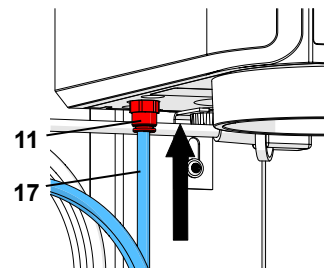

Fig. 5-a
**En equipos anteriores, el filtro de entrada (12) viene montado fuera del propio equipo (Fig. 5-b). En estos casos, introducir la manguera de aire comprimido (17) en el filtro de entrada (12). Para ello hay que salvar una ligera resistencia. ¡No emplear NUNCA el equipo sin el filtro de entrada!**